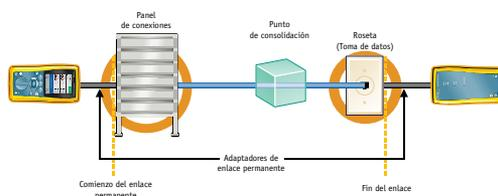

Figura 1
Observe que la configuración de este enlace de prueba es inusual. La configuración de enlace permanente recomendada finaliza en un panel de conexiones en un extremo y una roseta en el otro con un punto de consolidación (CP) (conexión) opcional a no menos de 15 m de cualquier extremo (y normalmente más cercano a la roseta) como se ilustra en la Figura 1. En este sentido, el diagnóstico mostrado en la Figura 5a también es correcto. Este enlace permanente contiene una conexión más de lo usual o recomendado. Sabemos, sin embargo, que después de sustituir el latiguillo defectuoso con uno bueno, este enlace incluyendo la anomalía del conector cumple los requisitos de enlace permanente de Clase E.